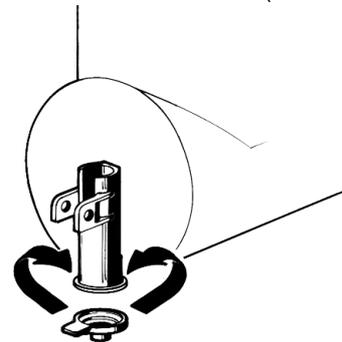

figura 4
**10** Riduttore di flusso: quando il distributore viene utilizzato per il raffreddamento di bevande è consigliabile installare sul rubinetto il riduttore di flusso in dotazione (vedere figura 4).